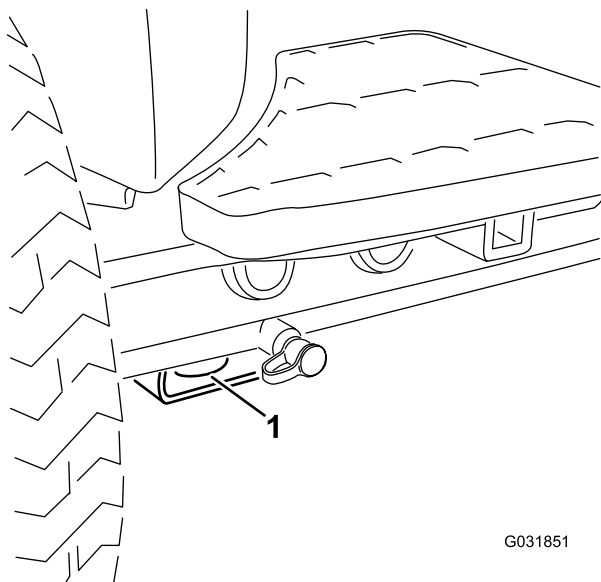
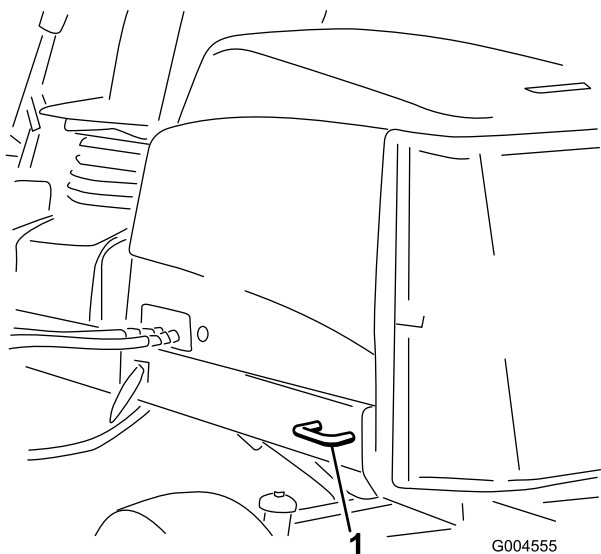

Рисунок 38
Рисунок 39
5. Для надежного крепления машины к прицепу или грузовику с помощью стропов, цепей, тросов или канатов используйте установленные на машине металлические крепежные проушины (Рисунок 38 и Рисунок 39).
- В передней части – используйте отверстие в прямоугольной подкладке под трубой моста внутри каждого переднего колеса (Рисунок 38)
- В задней части – используйте каждую сторону машины на задней раме (Рисунок 39)